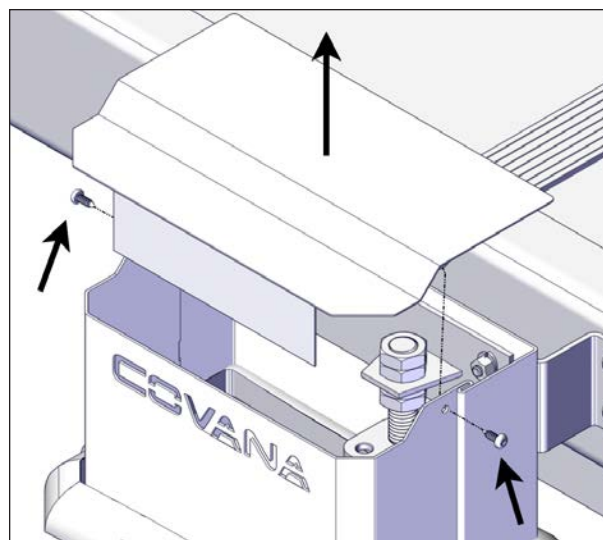

FIGURE 106: RETRAIT DE LA PLAQUE SUPÉRIEURE
2. Retirer les deux vis à tête carrée n° 2 des plaques supérieures de chaque colonne télescopique, voir Figure 106. Conserver les plaques et les vis en lieu sûr.